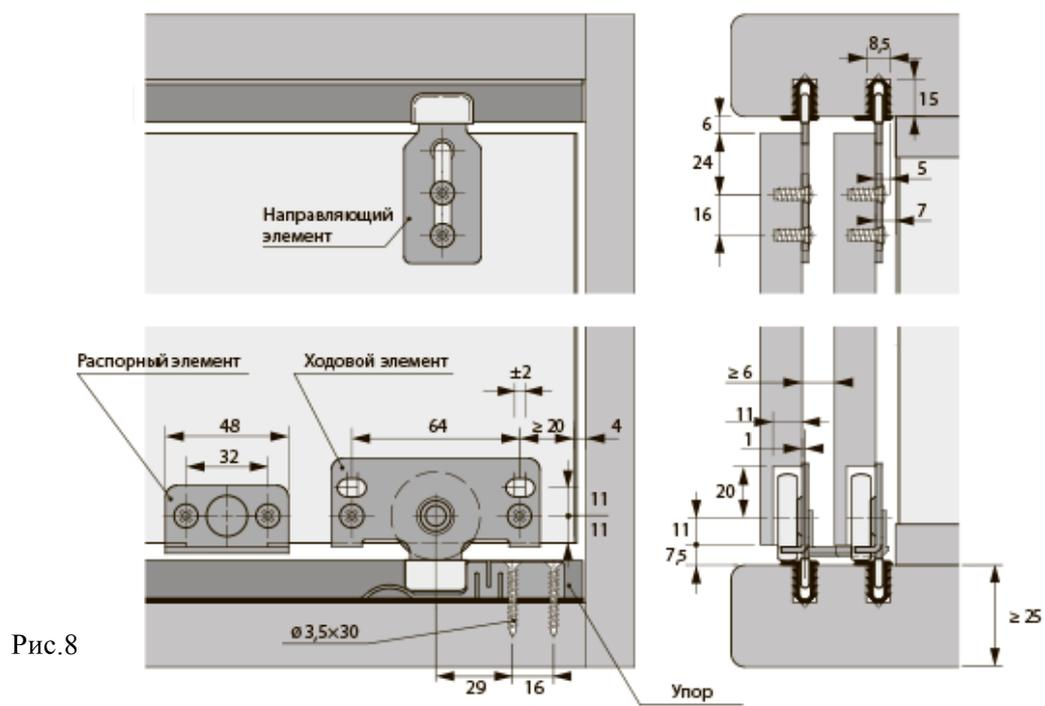
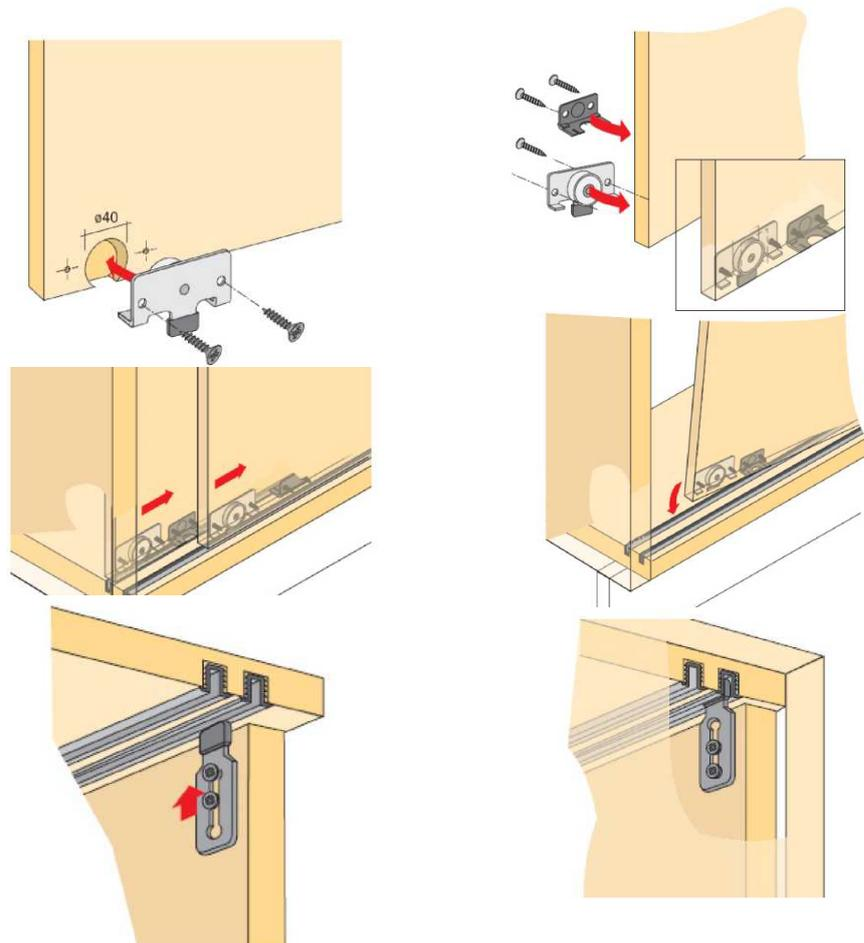

Рис.8
Рис.9 – Схема установки ходовых и направляющих элементов дверей
11 Установите двери (18,19), предварительно закрепив на них направляющие и ходовые элементы, держатели защитной планки шурупами-саморезами 3,5x16мм, а также закрепите концевые упоры в профиле на нижнем щите (3), шурупами-саморезами 3,5x35мм, согласно (рис.8) и (рис.9).